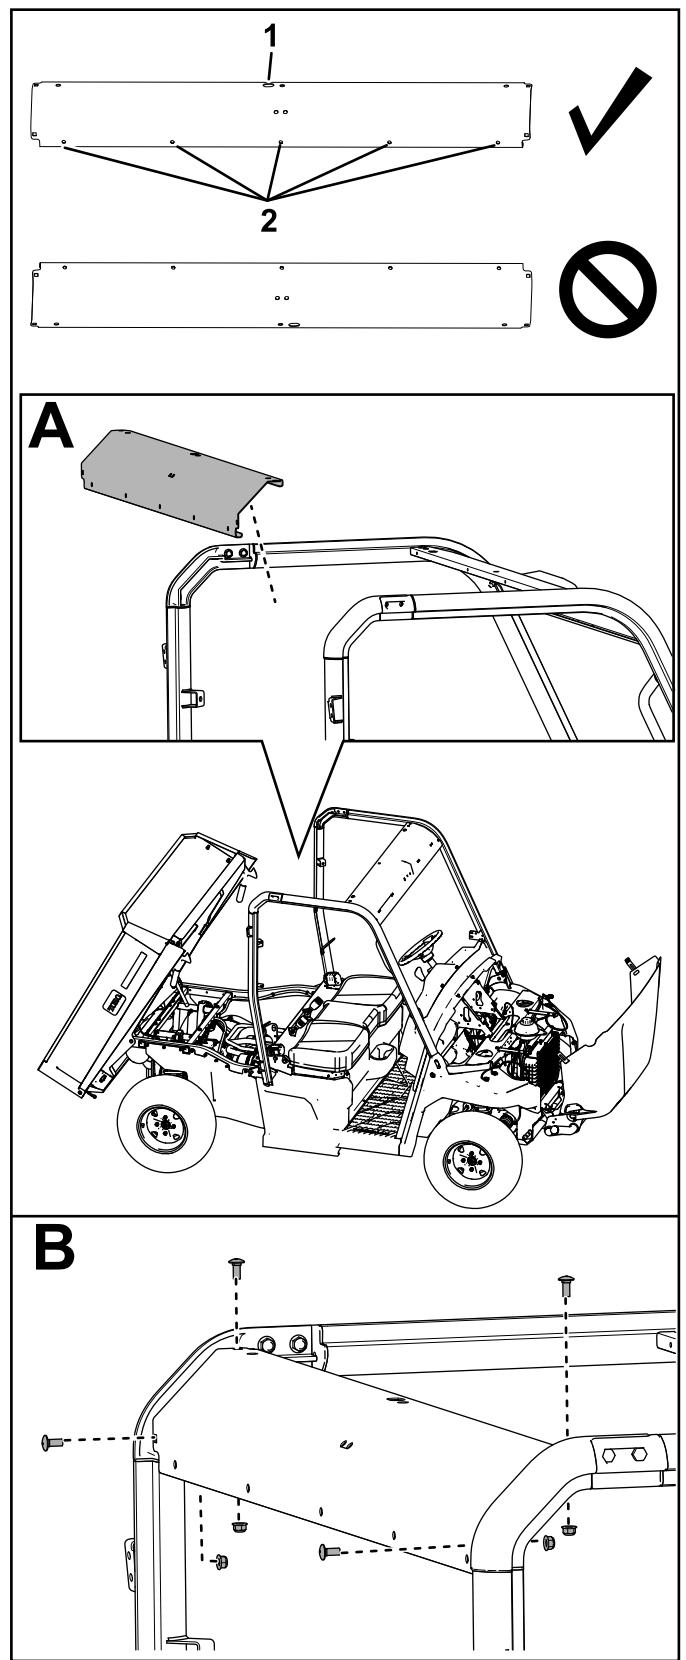

図 17
12. 後 ROPS アセンブリに、後クロスリンクを取り付けるキャリッジボルト $5/16 \times 3/4\text{"}4$ 本とロックナット $5/16\text{"}4$ 個で図 17 のように取り付ける。
クロスリンクは図 17 のように取り付けること。